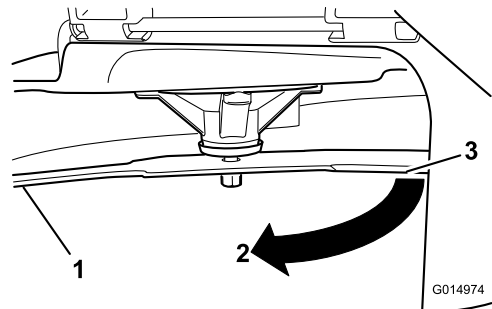

Bild 59
4. Drehen Sie dasselbe Messer um 180 Grad, sodass die andere Schnittkante jetzt in derselben Stellung ist (Bild 59).